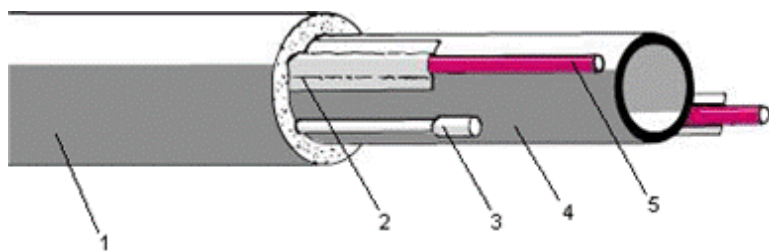

**Рис. 3. Монтаж системы электроподогрева пола с нагревательным кабелем ДЕВИ Flex-10T на основании с хорошей теплопроводностью.**
**При установке нагревательных кабелей ДЕВИ Flex-10T (Рис.3, Рис.4) необходимо соблюдать следующие правила:**